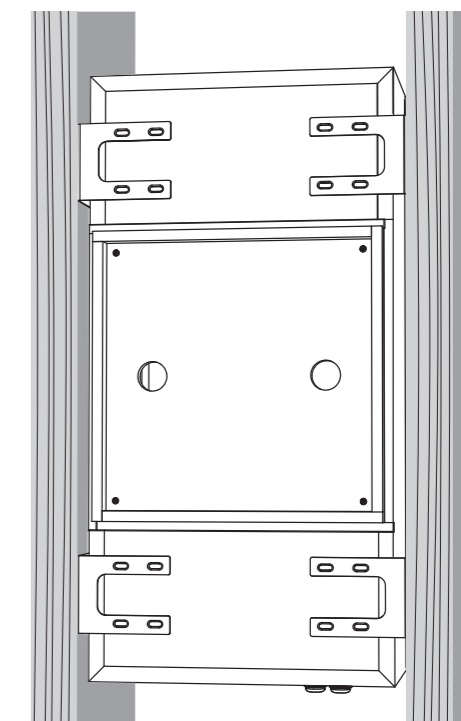

Fig. 2 Screw the brackets and back can together.
3. Con l'aiuto di un assistente, sollevare con cautela la lattina posteriore nella posizione prescelta tra i travetti del soffitto e sollevarla e farla scorrere in posizione, finché non è supportata dalle quattro staffe e centrata tra di loro (Fig.2).